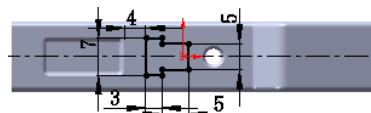

图 16.5.35 横断面草图
② 定义横断面草图。在草图环境中绘制图 16.5.35 所示的横断面草图。
(3) 定义切除深度属性。在“切除一拉伸”对话框 方向 1 区域的 \downarrow 下拉列表中选择 成形到下面 选项。
(4) 单击对话框中的 \checkmark 按钮，完成切除一拉伸 3 的创建。